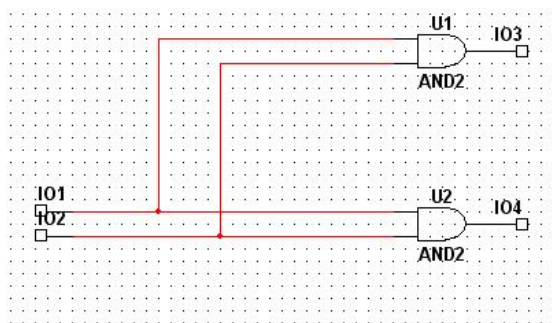
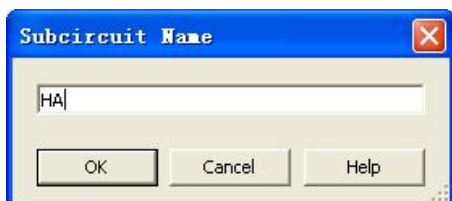
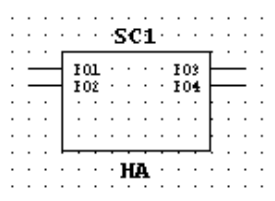

图 1-30 半加器电路
图 1-31 Subcircuit Name 对话框
图 1-32 半加器子电路
1) 绘制子电路的电路图。建立要成为子电路部分的电路图。例如，一个半加器电路，如图 1-30 所示。
2) 设置子电路的输入/输出端点。执行 Place 菜单中的 Place Input/Output 命令，即可取出一个浮动的输入/输出端点，将其移至适当位置后单击，即可将其固定。这时可以把输入/输出端点看成一般的元件进行适当的处理，如改变其名称、颜色或旋转、翻转等。在图 1-30 所示电路中有两个输入端点，双击输入端点，在出现的对话框 Reference ID 栏内可设置输入点的名称；同理可设置输出点。设置子电路的输入、输出端点后将它们与半加器电路相连接，如图 1-30 所示。
① 选定子电路：按住鼠标左键，拉出一个长方形，把用来组成子电路的部分电路全部选定。
② 建立子电路：执行 Place 菜单中的 Replace by Subcircuit 命令，打开如图 1-31 所示的 Subcircuit Name 对话框。在其编辑栏内输入子电路名，如 HA，单击 OK 按钮即可得到如图 1-32 所示的半加器子电路（在同一个电路中可以建立多个子电路）。
执行 Place 菜单中的 Place by Subcircuit 命令，出现与图 1-31 相同的 Subcircuit Name 对话框，输入子电路名，如 HA，即可在电路中设置该子电路方块图。这个子电路方块图就像一般的电路组件，在对电路进行编辑时可以像元件一样处理，但不能旋转和更改属性。在同一个电路中可使用多个相同或不同的子电路。